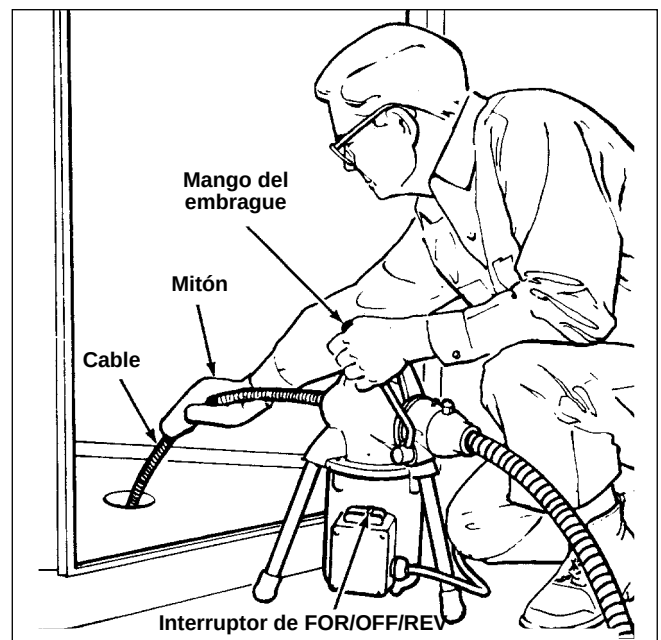

Figura 2 – Funcionamiento de la máquina para la limpieza de desagües K-50
2. Para comenzar a trabajar pasando a través de una trampilla en "P" empuje el cable a mano cuanto pueda. (Figura 2).